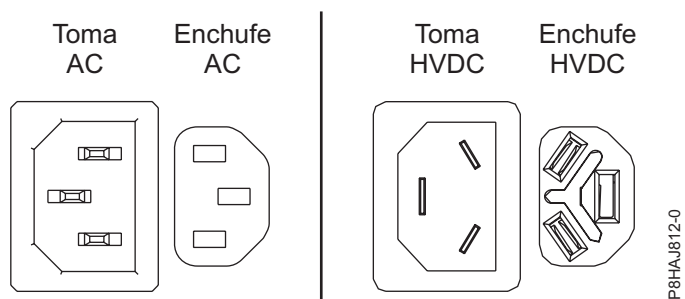
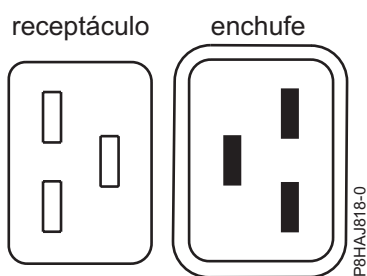
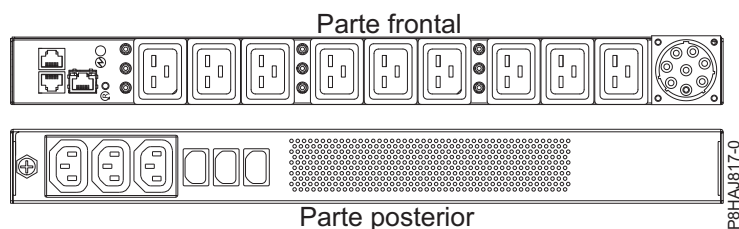

Figura 34. Conectores CA y HVDC
Figura 35. Conectores para el sistema 8408-44E
Figura 36. PDU para el sistema 8408-44E
En Figura 34 se muestran los conectores admitidos de corriente alterna (CA) y de corriente directa de alto voltaje (HVDC). En Figura 35 y en Figura 36 se muestran los conectores admitidos y la unidad de distribución de alimentación (PDU) para 8408-44E.